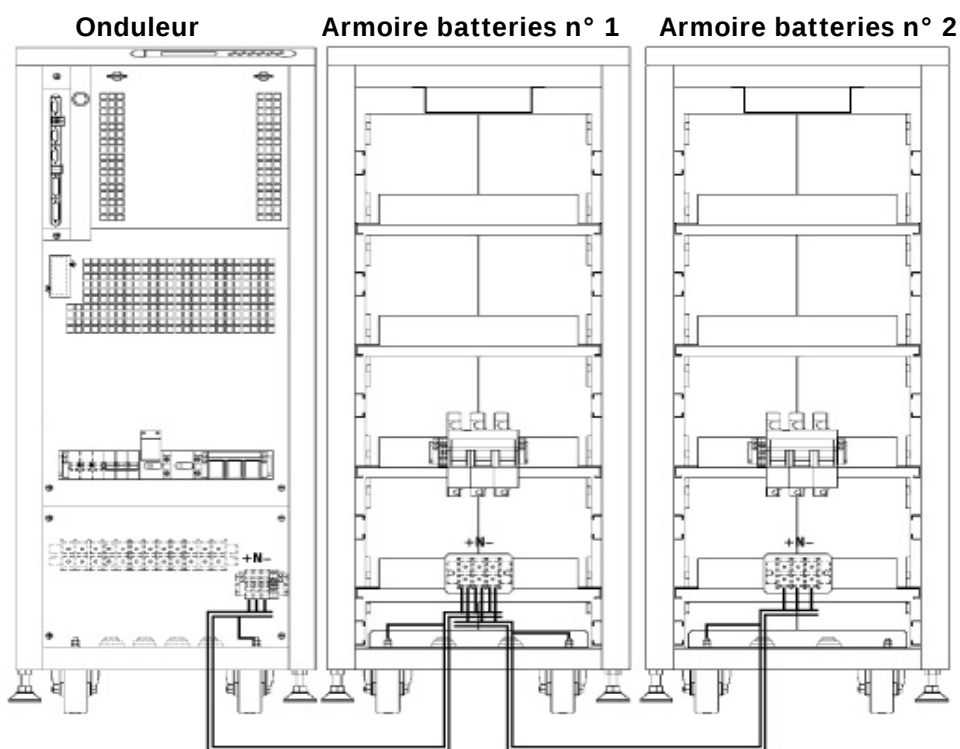

Fig.14. Exemple de connexion de l'onduleur et de deux armoires batteries.
- L'onduleur avec bloc batterie sera connecté en raccordant les bornes (X11), (X23) et (X12) de l'onduleur aux bornes (X47), (X49) et (X48) du bloc batterie, en respectant les polarités spécifiées sur les étiquettes de part et d'autre et dans ce manuel, ainsi que la couleur des câbles (rouge pour positif, noir pour négatif, bleu pour le plot central (N) et vert-jaune pour la liaison terre), voir fig. 14.
- Lorsque plusieurs blocs batteries sont alimentés, gardez en mémoire que la connexion doit être faite en parallèle avec l'onduleur. Par exemple, le câble noir de la borne négative de l'onduleur sur la borne négative du premier bloc batterie, et de cette borne au deuxième bloc batterie, et ainsi de suite. Procédez de la même façon avec le câble rouge pour la liaison positive, bleu pour le plot central (N) et vert-jaune pour la terre.